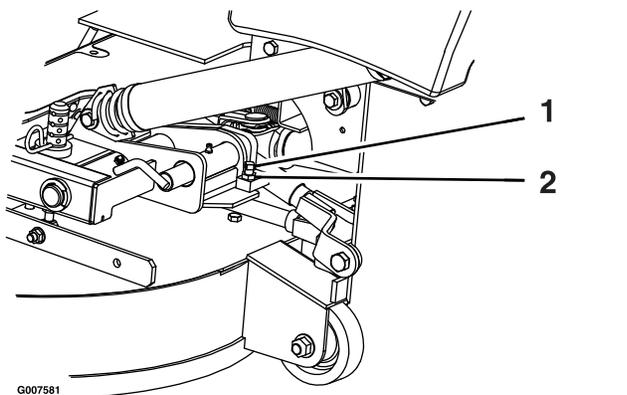

Figura 70
2. Allentate il controdado e ruotate la vite di arresto in senso orario, fino a quando il perno di bloccaggio non è serrato e non può essere ruotato a mano (Figura 70).